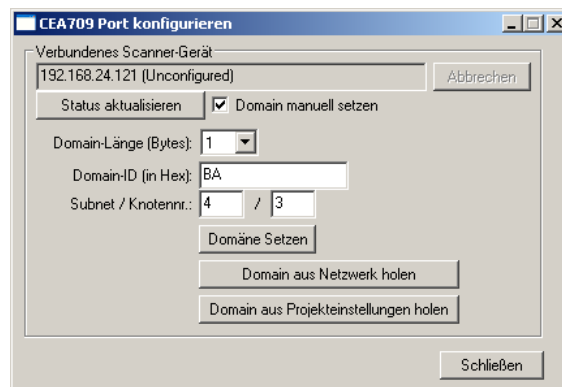

Abbildung 106: CEA-709-Netzwerk-Scan-Dialog
- Wenn das Gerät nicht mit Hilfe eines Netzwerkmanagement-Tools (z.B. LNS-basierendes Tool) in Betrieb genommen wurde, klicken Sie auf den Knopf **CEA-709 Port konfigurieren**. Dieser öffnet den Dialog **CEA-709 Port konfigurieren**, wie in Abbildung 106 gezeigt.